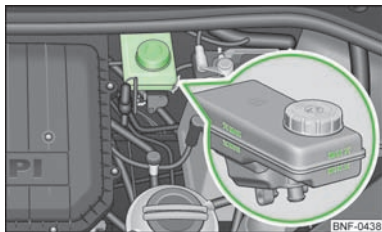

Fig. 100
- Controllare il livello di liquido di raffreddamento nel serbatoio » fig. 100. Il livello deve essere compreso tra le tacche „MIN” e „MAX”.